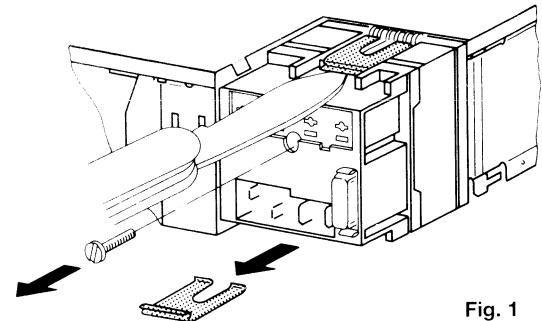

Fig. 1
1. Schraube lösen, obere und untere Haltefeder mit einem spitzen Gegenstand oder einer stabilen Messerklinge durch Unterhebeln entriegeln, siehe Fig. 1.
1. Loosen the screw and unlock the top and bottom support springs by lifting them with a sharp object or a solid knife blade, see fig. 1.
1. Desserrer la vis, dévérrouiller les ressorts de retenue supérieur et inférieur en les levant à l'aide d'un objet pointu ou d'une lame de couteau. voir fig. 1.
1. Solte el tornillo, desencastre el muelle soporte arriba y abajo con un objeto agudo o con una hoja de cuchillo moviéndolos arriba y abajo, véase fig. 1.
Bitte achten Sie darauf, daß vor dem Ausbau des Laufwerks und der Frontblende unbedingt die Folien X bzw. Y von der PL 20 gelöst werden müssen. (Fig. 1)
Avant de démonter le mécanisme ou la façade, il faut détacher les feuilles X ou Y, respectivement, de la pl. 20. (Fig. 1)
Please note that foils X and Y, respect, must be separated from board 20 before the cassette mechanism and the front panel can be removed. (Fig. 1)
Antes de desmontar el mecanismo o la placa frontal hace falta separar los folios X or Y, respectivamente de la pl. 20. (Fig. 1)